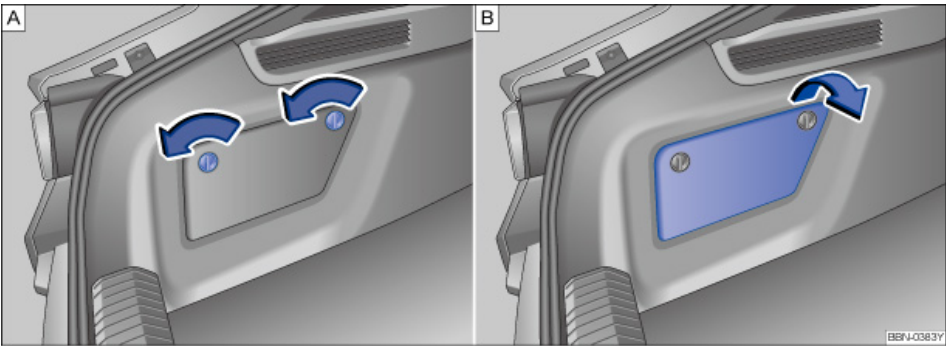

图 151 行李厢内的随车工具
- 打开行李厢盖，将行李厢内左侧盖板上的旋钮→图 151 A（箭头所示）逆时针旋转 90°。
- 沿箭头方向→图 151 B 拆下行李厢内左侧盖板。